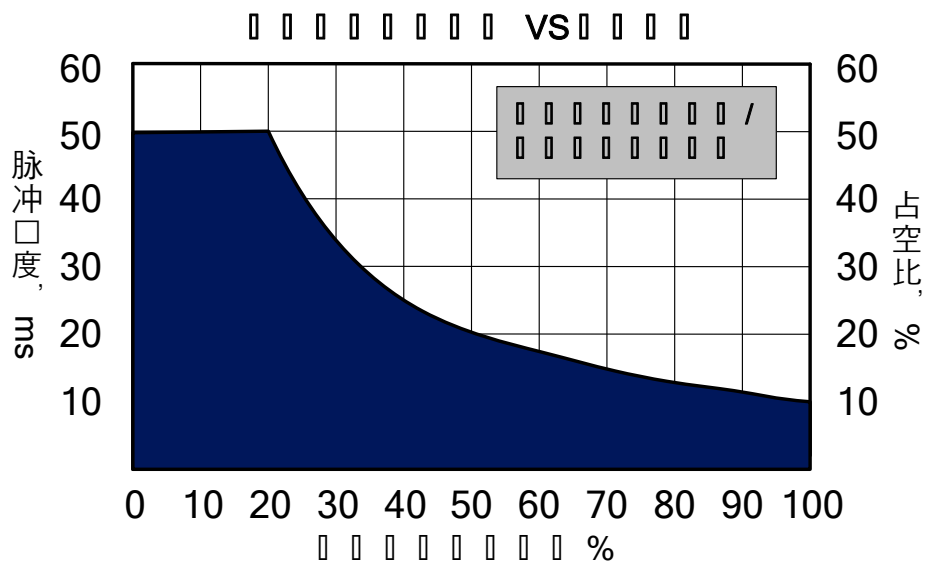

图 18 脉冲模式工作范围
- b) 在脉冲模式下，最大脉冲宽度和最大占空比被限制在一定范围内（参见图 18，脉冲模式工作范围）。